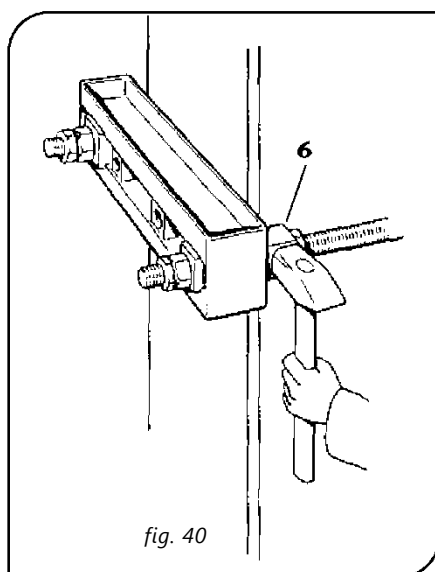

fig. 40
6. Använd en gummiklubba för att slå in distansblocken **6** så att de ligger an mot pelaren (fig. 40).